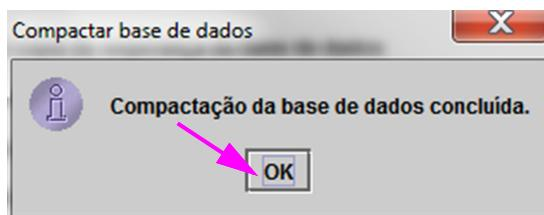

Figura 5-84. Caixa de diálogo de compactação da base de dados concluída
3. Clique em **Prosseguir** para compactar a base de dados. Quando a compactação da base de dados estiver concluída, é apresentada a caixa de diálogo Compactar base de dados completa. Consulte a figura 5-84.